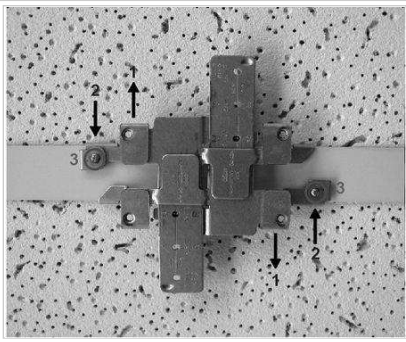

Fig. 6 - Fijación del kit
- Abrir el doble riel siguiendo el sentido que se indicado con (1) en Fig. 6, presentarlo sobre el perfil del cielorraso, cerrarlo en el sentido indicado con (2) hasta que ajuste con el ancho del perfil y luego fijar en la posición ajustando los prisioneros (3).